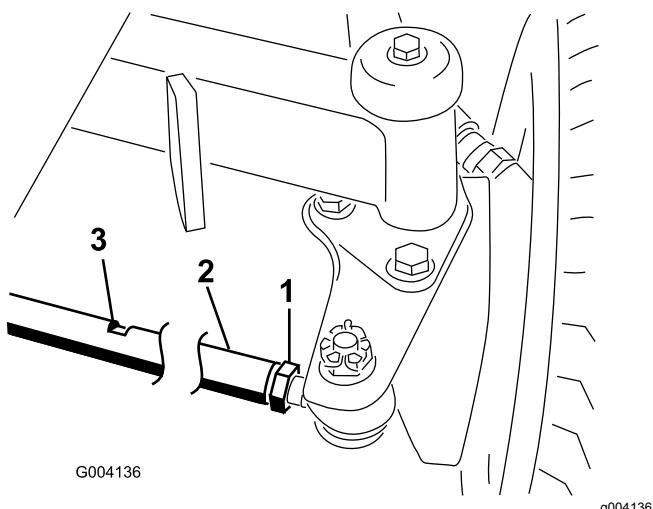

Figura 55
- Afloje las contratuerca de ambos extremos del tirante (Figura 55).